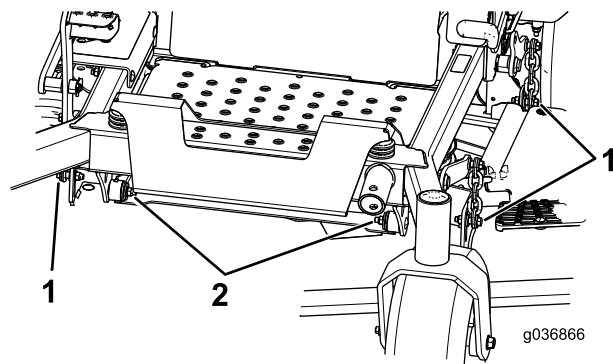

Figura 86
- Îndepărtați i păstrați uruburile i piuliile de pe ambele laturi ale mainii (Figura 86).